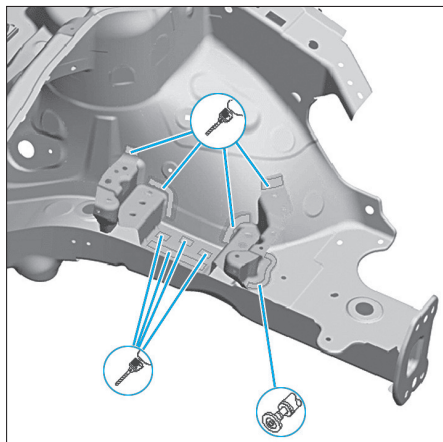

FIG. 6
- Fraiser et meuler les points de soudure de l'insert du support de boîte de vitesses gauche (Fig.6).